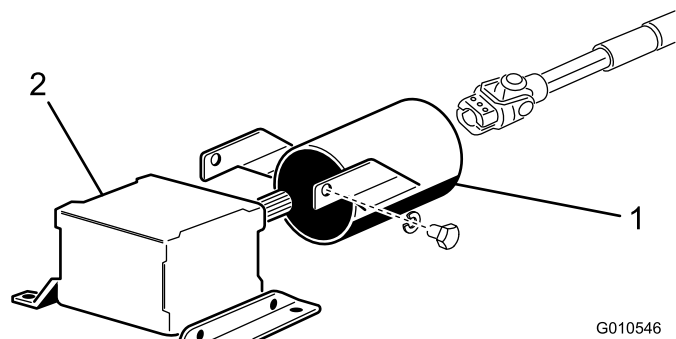

図7
1. PTO ガード取り付けブラケットをギアボックスに固定しているキャップスクリュー2本とロックワッシャを外す図7。
2. PTO シャフトガードを PTO シャフトに通し、図7のように位置決めする。